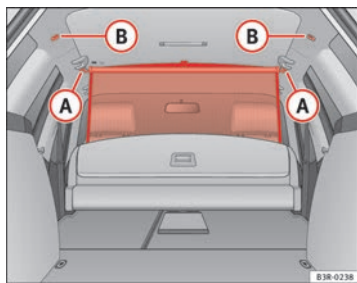

Fig. 121 Outils de fixation du filet de séparation
- Accrochez la tringle transversale aux œillets de fixation **(B)** ⇒ fig. 121.
- Accrochez la tringle transversale aux œillets de fixation **(A)** ⇒ fig. 121.